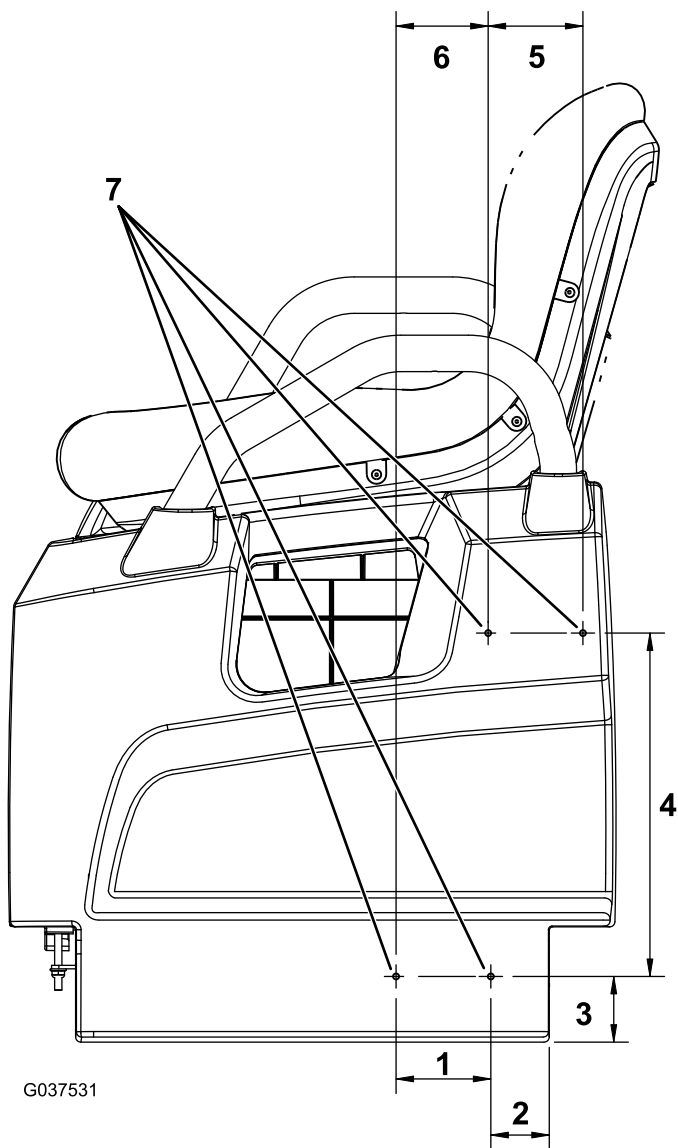

図 10
1. 機体左側で、座席ベースの左下から 51 mm の位置にマーキングする 図 10。
2. その場所から真上に 57 mm の位置にマーキングする 図 10。
3. ステップ 2 で付けたマークから 83 mm 左の位置にマーキングする 図 10。
4. ステップ 3 で付けたマークから左へ 80 mm を測り取り、そこから真上に 299 mm の位置にマーキングする 図 10。
5. ステップ 4 で付けたマークから 83 mm 右の位置にマーキングする 図 10。
6. マークを打った場所 4 ヶ所に直径 5 mm の穴を開ける 図 10。